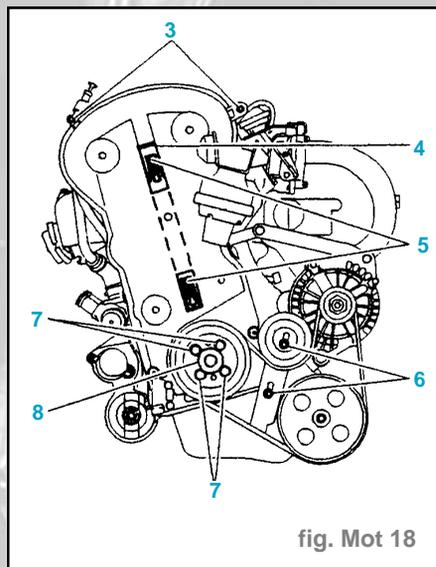

fig. Mot 18
- les vis (3),
- tirer la languette (4) vers le haut, écarter le carter des colonnes (5) (fig. Mot 18),
- Tourner le moteur par la vis (8) du vilebrequin (exemple: avec une croix pour les roues).
- Engager la languette dans les colonnes (5) en appuyant sur le carter, poser les vis (3) (fig. Mot. 18).
- Déposer (fig. Mot. 18) :
- tirer la languette (4) vers le haut, écarter le carter de distribution des colonnes (5),
- Déposer (fig. Mot. 18), la poulie d'entraînement des accessoires.
- Desserrer les vis (6) du tendeur.
- Débloquer les vis (7) de la poulie accessoires et la déposer.
- Poser le carter de distribution dans les vis de guidage, engager la languette dans les colonnes (5) en appuyant sur le carter (fig. Mot. 18).